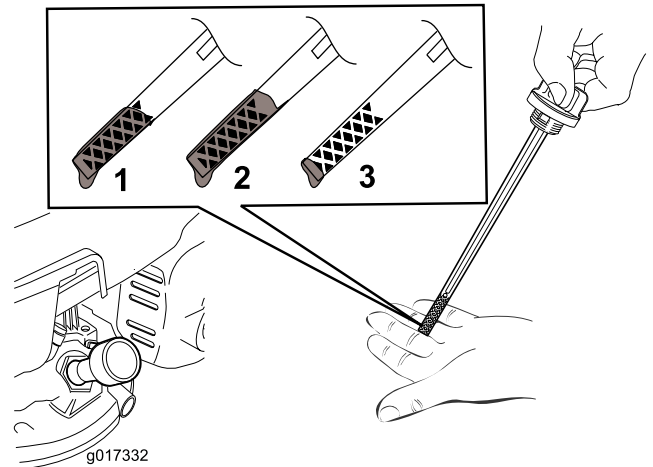

Bild 12
5. Siehe Bild 12, wie Sie den richtigen Ölstand am Peilstab ablesen.
**Hinweis:** Füllen Sie das Motorkurbelgehäuse mit Öl, bis der Peilstab angibt, dass der Ölstand im Motor richtig ist, wie in Bild 12 abgebildet. Wenn Sie zu viel Öl in den Motor füllen, lassen Sie etwas Öl ab, wie in Wechseln des Motoröls \(Seite 17\) angegeben.